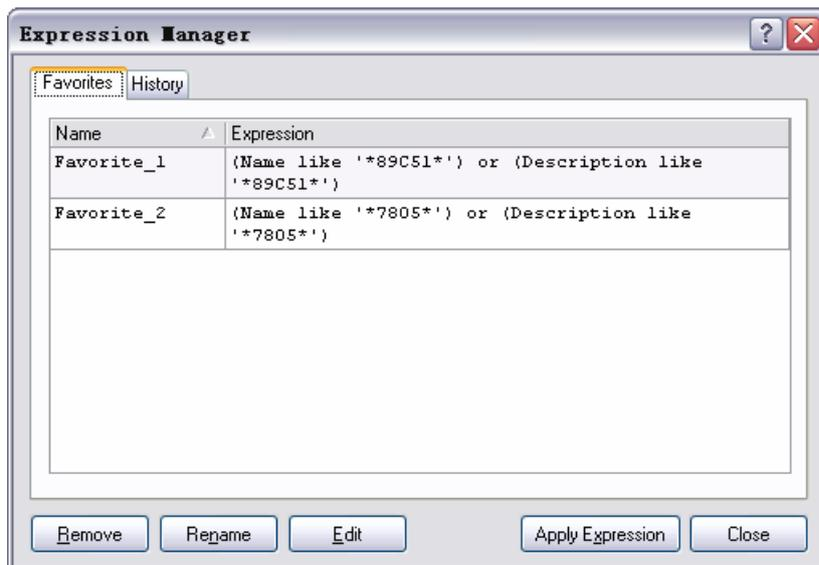

图 3-15 【Favorites】对话框
- **【Favorites】喜好管理**: 点击图 3-11 中的 **【Favorites】** 按钮弹出图 3-15 所示的喜好收藏管理对话框。设计者可将自己的搜索喜好加入到该收藏管理器中以便方便调用。该对话框中列出了当前所收藏的搜索条件, 搜索条件可以从 **【History】** 搜索历史选项卡中加入到喜好管理器中。下面的按钮可对喜好管理器中的收藏进行管理。